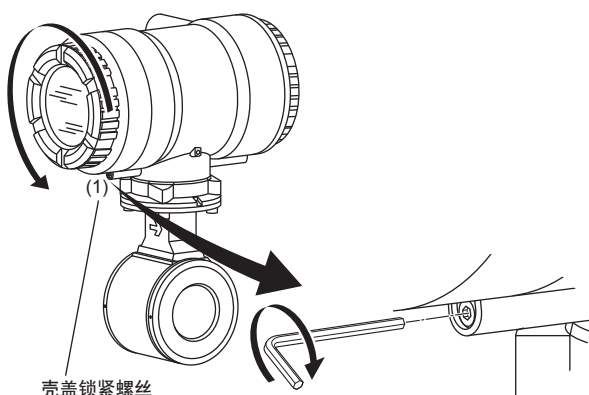
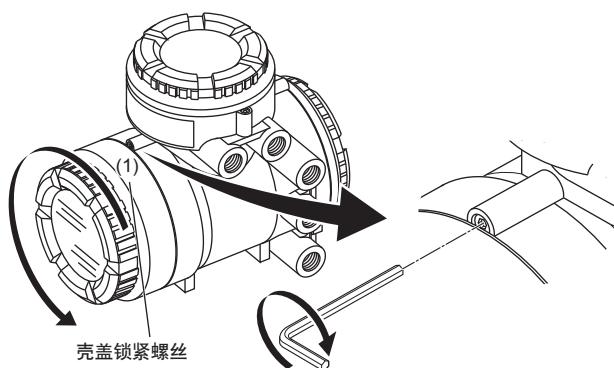

图3.6.1 取下显示器壳盖(一体型流量计)
图3.6.2 取下显示壳盖(AXG4A分体型变送器)
- 用扳手沿顺时针方向拧松壳盖锁紧螺丝(1)(参阅图3.6.1和图3.6.2)，打开壳盖。从制造厂发货时，壳盖是锁紧的。手持流量计，沿逆时针方向旋转，取下壳盖。
(3) 安装壳盖
- 使用六角扳手(标称尺寸3)逆时针方向拧紧壳盖锁紧螺丝(1)(参阅图3.6.1和图3.6.2)，锁紧壳盖。